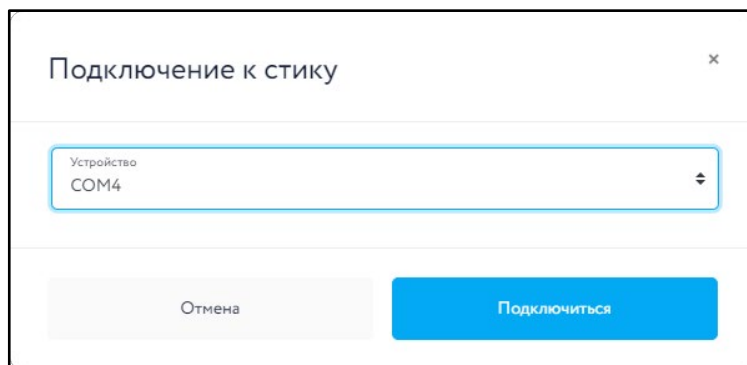

Рисунок 98 – Выбор порта для подключения стика
1. **Стик** – выбор порта (рисунок 98), к которому подключен USB-стик;